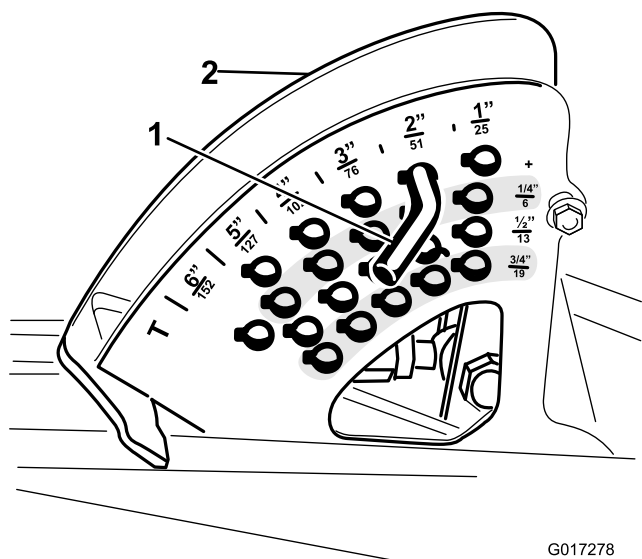

Figura 2
3. Observe la posición del pasador de altura de corte en el soporte de altura de corte (Figura 2) y retire el pasador de altura de corte del soporte.